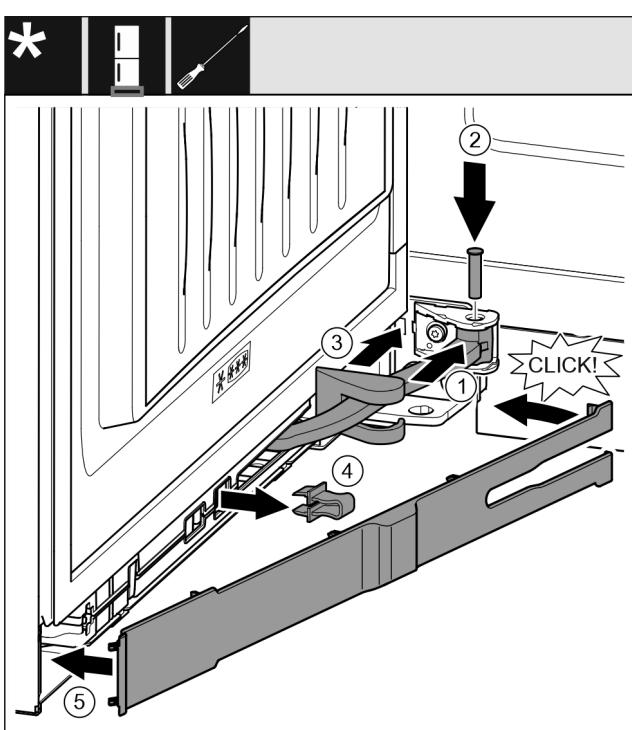

Fig. 45
- ▶ Переместите крышку опорного кронштейна вдоль шарнира и установите над навеской. Fig. 45 (3)
- ▶ Снимите предохранитель. Fig. 45 (4)
- ▶ Установите накладку со стороны ручки и поверните. Fig. 45 (5)
- ▶ Поверните шарнир в навеске. Fig. 45 (1)
- ▶ С помощью отвертки T15 вставьте палец в навеску и шарнир. При этом следите за тем, чтобы выступ фиксатора занимал правильное положение в пазу. Fig. 45 (2)